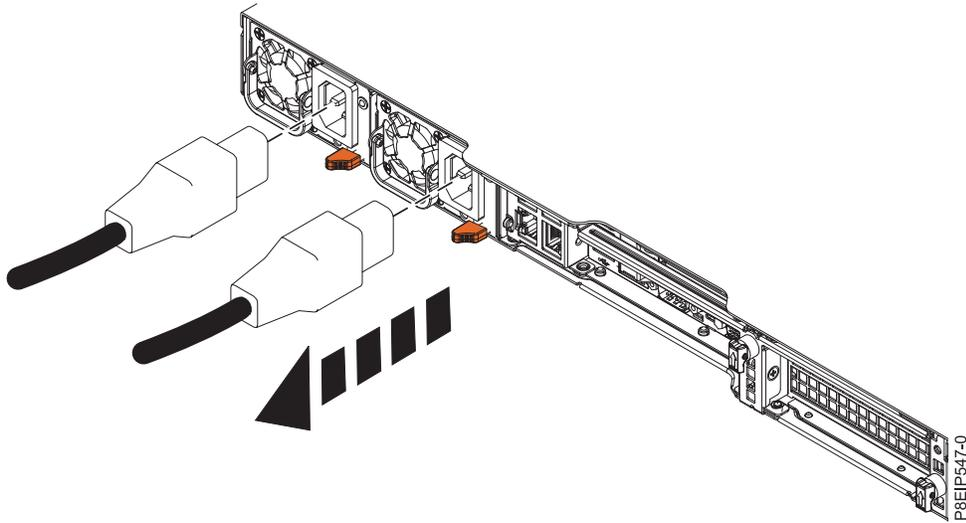

図 78. システムからの電源コードの取り外し
2. 電源コードにラベルを付けて、システム装置から切り離します (121 ページの図 78 を参照)。